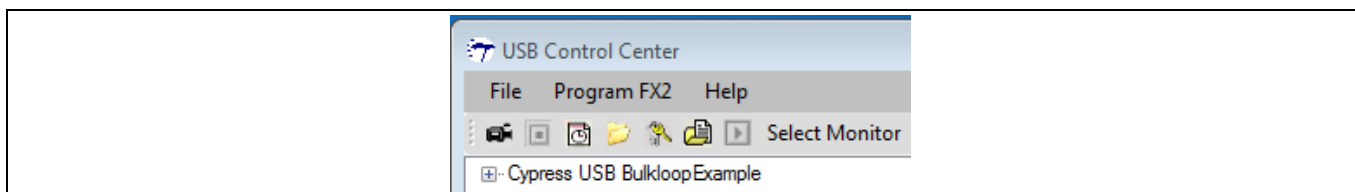

Figure 15 FX2LP 基板が再表示
2. これで、FX2LP ファームウェア **bulkloop.hex** (**AN65209\FX2LP Bulkloop Firmware**) を FX2LP DVK にロードする準備ができました。サイプレス デバイスをクリックしてハイライトし、**Program FX2 > RAM** を選択します。**FX2LP Bulkloop Firmware** フォルダを開き、**bulkloop.hex** ファイルを選択します。コードをロードした後、FX2LP 開発キットはそれ自体を USB から切り離して、ロードされたファームウェア **bulkloop.hex** で作成されたデバイスとして再接続します (**Figure 15**)。これで、サイプレス ReNumeration™を実演しました。FX2LP は 1 回目はコード ロードとして、2 回目はロードされたデバイスとして、2 回エニユメレートしました。